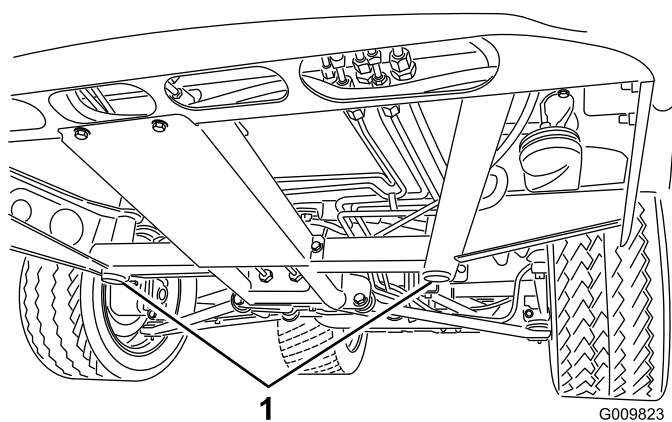
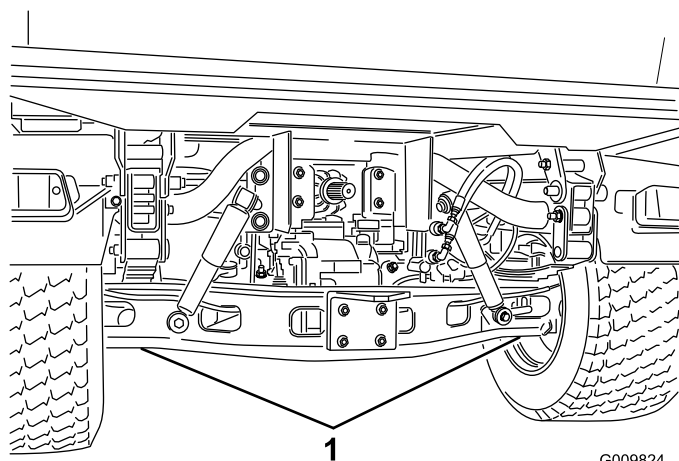

Figure 35
Figure 36
- Le point de levage au cric avant se trouve sous le support de cadre central avant (Figure 35), et le point arrière se trouve sous l'essieu (Figure 36).